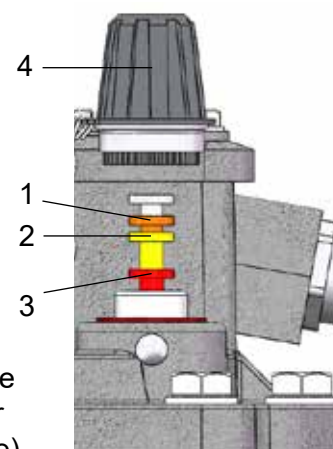

Bild 7c - Touche d'essai
- Dévisser le grand écrou borgne (fig. 7c/ n° 4)
- Presser la touche d'essai lentement jusqu'à la position 1 (fig. 7c/ n° 1) et la maintenir dans cette position (contrôle du système de contact supérieur – 1er alarme)
- Presser la touche d'essai à moitié jusqu'à la position 2 (fig.7c/ n° 2) et la maintenir dans cette position (contrôle du système de contact supérieur – 2e alarme)
- Presser la touche d'essai jusqu'à la butée (fig. 7c/ n° 3) et la maintenir dans cette position (contrôle du système de contact inférieur - coupure)